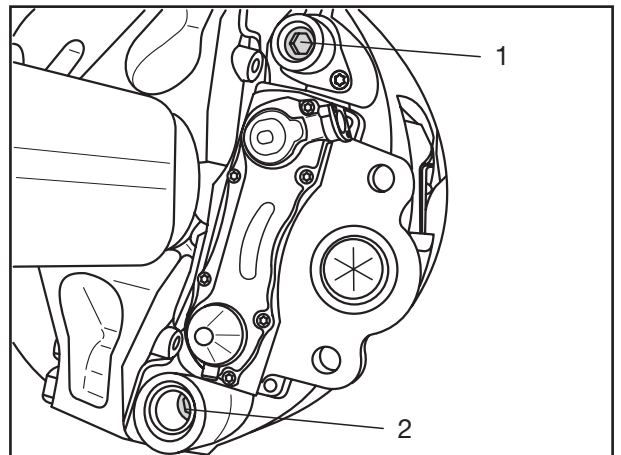
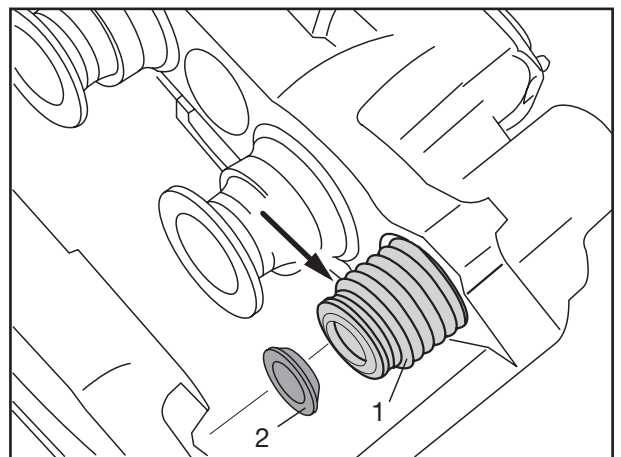

Fig. 5
Fig. 6
- [12] Neue Zylinderschrauben (Fig. 5/1 und 5/2) einschrauben und mit
Bei der Montage des Bremssattels auf richtigen Sitz des inneren Faltenbalgs (Fig. 6/1) und des Ringes (Fig. 6/2) auf der Führungsbuchse achten.
- [12] Fit in new cylinder cap screws (Figs. 5/1 and 5/2) and tighten to
$M = 180 \text{ Nm}$ followed by turning another 90° . When installing the brake caliper, make sure the inner bellow (Fig. 6/1) and the ring (Fig. 6/2) are correctly seated on the guide bush.
- [12] Introduire des vis à tête cylindrique neuves (Fig. 5/1 et 5/2) et les serrer à un couple $M = 180 \text{ Nm}$ avec serrage angulaire complémentaire de 90° . Lors du montage de l'étrier de frein, veiller à un positionnement correct du soufflet intérieur (Fig. 6/1) et de la bague (Fig. 6/2) sur le manchon de guidage.